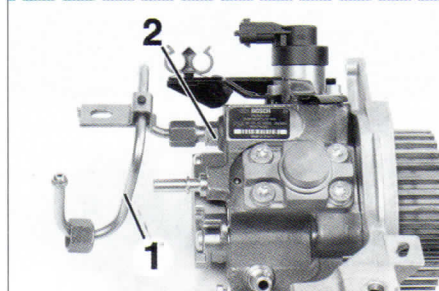

FIG.22
- Desatornillar el tubo (1) (fig. 22) sujetando el racor (2).